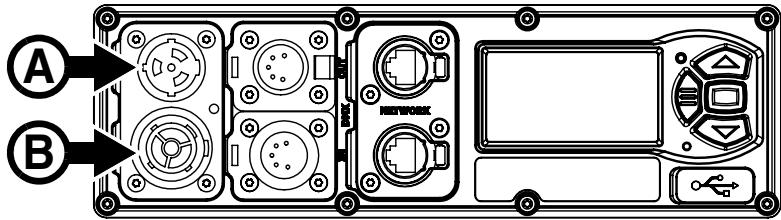

Figure 8: Connexion au secteur
1. Voir Figure 8. Alignez les détrompeurs du connecteur TRUE1 du câble d'alimentation avec ceux de l'embase MAINS IN (A). Insérez le connecteur dans l'embase et tournez-le dans le sens horaire pour le bloquer. Si le connecteur semble difficile à tourner, sortez-le de l'embase, vérifiez que vous avez correctement aligné les détrompeurs et essayez à nouveau (n'appliquez pas de force excessive). Assurez-vous que le verrou du connecteur émet un « clic » et que le connecteur est bien verrouillé dans l'embase.
Procurez-vous un câble d'alimentation homologué pour 16/20 A et des câbles de recopie homologués pour 16/20 A (auprès de votre revendeur Martin qui pourra vous donner plus de détails) pour réaliser une cascade d'alimentation secteur en reliant les embases MAINS THRU (B sur la Figure 8) et MAINS IN (A sur la Figure 8). Pour créer une telle cascade d'alimentation, vous devez respecter les limites données dans la section Précautions d'emploi au début de ce manuel afin d'éviter tout risque d'incendie et d'électrisation.